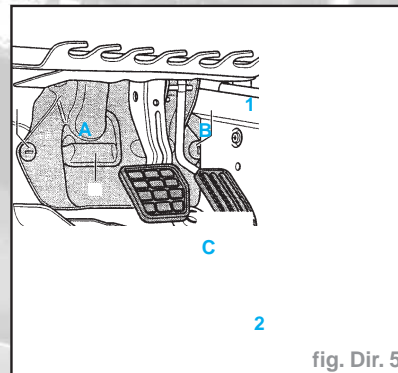
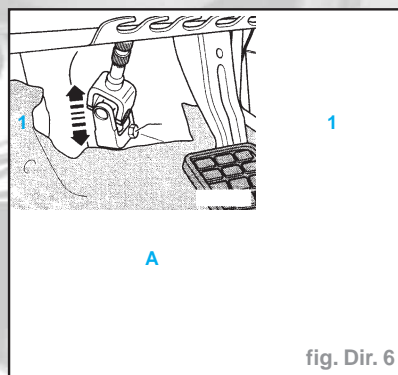

fig. Dir. 5
fig. Dir. 6
- Tourner la clé de contact (C) en position "contact mis" position "B" (fig. Dir. 5).
- Enfoncer l'étrier métallique (1) vers le haut ou vers le bas, suivant sa position de montage, et extraire en même temps le câble de blocage (2).
- Dévisser les écrous en matière plastique (1).
- Déposer le cache (A) (fig. Dir. 6).